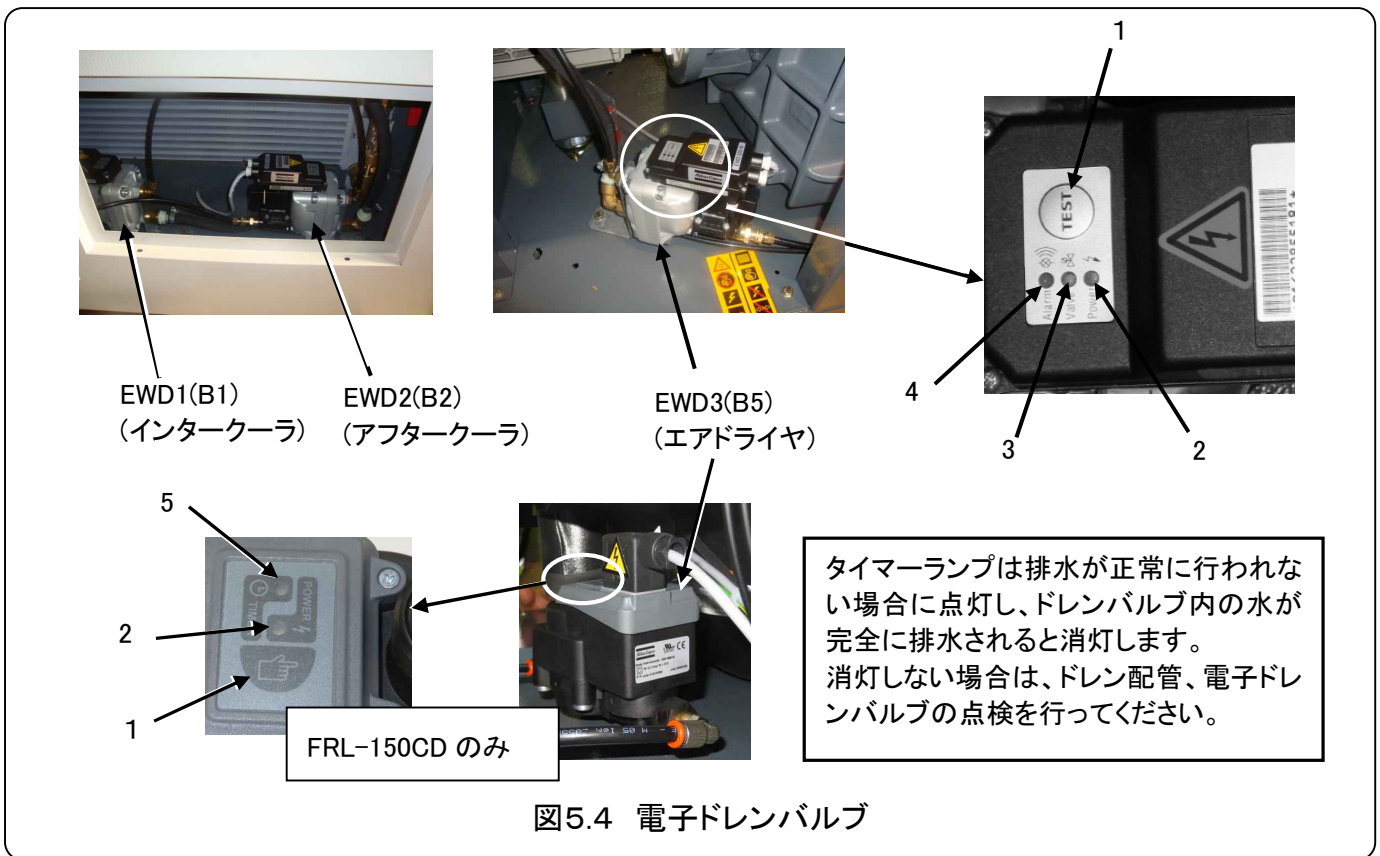

図5.4 電子ドレンバルブ
- 1) 電子ドレンバルブ(図5.4-EWD1/EWD2/EWD3)のテストボタン(図5.4-1)を押して、電子ドレンバルブが動作してドレン水が正常に排水されることを確認してください。